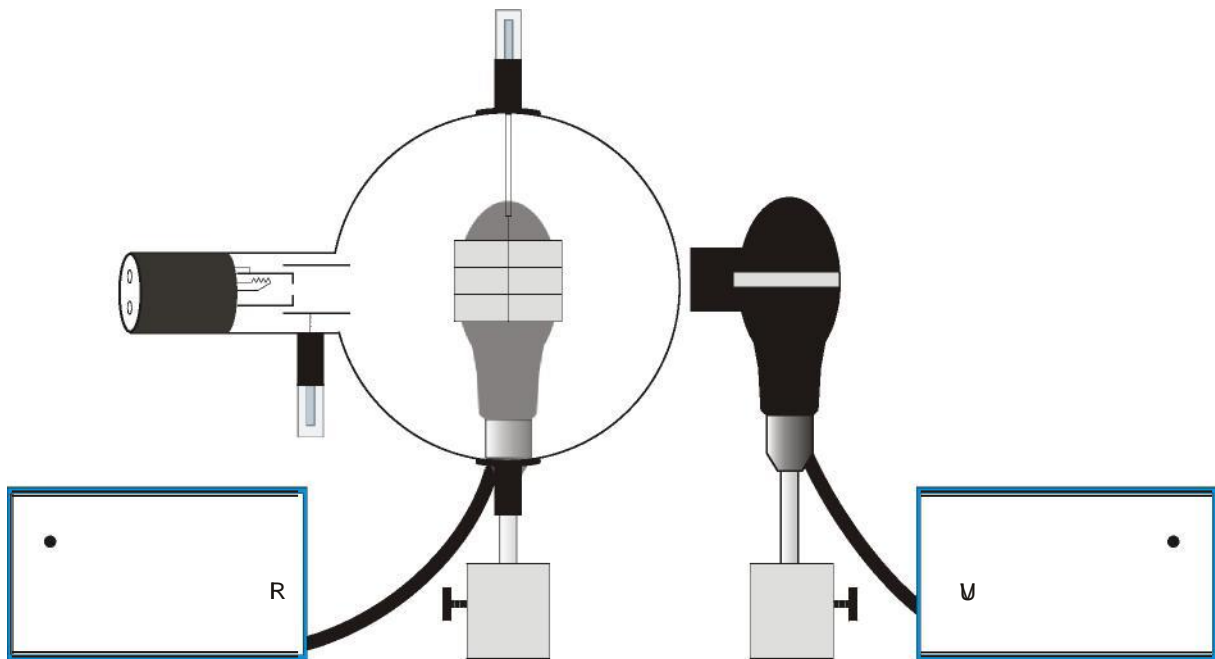

Fig. 3 Phosphoreszenz und Löschung
- Verkabelung der Röhre entfernen (siehe Fig. 3).